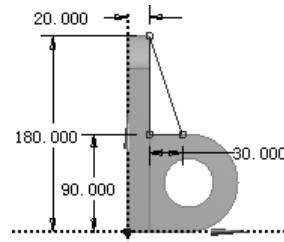

图 3.3.20 截面草图 Sketch3
(1) 绘制 Sketch3。在“草图绘制”工具条中的 **XYPlane** 下拉列表中选择 ZXPlane 平面作为草图平面，单击“New Sketch”按钮 ，绘制图 3.3.20 所示的截面草图 Sketch3。